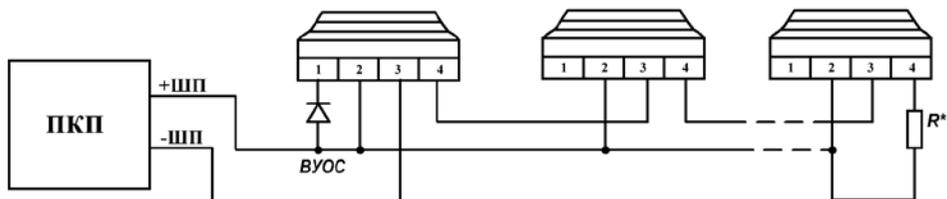

Рис.1.
3.4. Схема подключения извещателей к устройствам пожарной сигнализации показана на рис.1.
3.7 Если извещатель устанавливается на подвесном потолке то в панели подвесного потолка необходимо сделать отверстие диаметром 104 мм, привинтить розетку к переходнику ИЮЛГ 3.005.012, подключить провода шлейфа к извещателю согласно рис.1. закрепить переходник к потолку двумя шурупами см. рис 3.